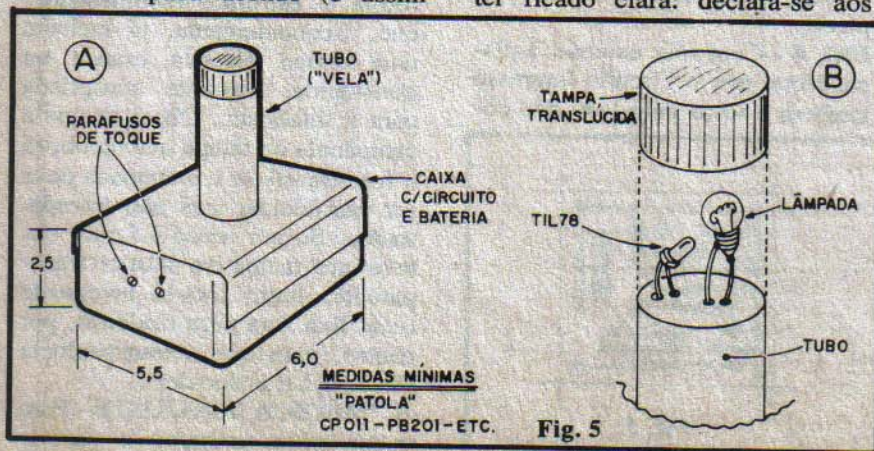

Fig. 5
- **FIG. 5 - Sugestão para "encaixamento"** da LAMA e detalhes do conjunto óptico. Em 5-A temos a "cara" final da LAMA, com a plaquinha do circuito e a bateria acomodadas numa caixa com medidas mínimas de 6,0 x 5,5 x 2,5 cm. (sugestões: "Patola" CP011, PB201, etc.). Sobre a caixa básica, um tubo (plástico) medindo aproximadamente 10,0 de altura por 2,5 cm. de diâmetro pode ser fixado com cola de **epoxy** (tipo "Araldite") ou de ciano-acrilato (tipo "Super-Bonder"). No topo desse tubo, uma campânula translúcida deve acomodar o conjunto óptico, formado pela lâmpadinha e pelo foto-transistor (detalhes em 5-B). É **importante** que o TIL78 tenha sua "cabeça" sensora apontada para a lâmpada, de modo a receber diretamente a luminosidade desta. Uma prática sugestão para o tubo/campânula é o uso de embalagens de remédios ou cosméticos (muitas têm a forma e estrutura recomendada) que, frequentemente, já incluem uma tampa plástica branca ou translúcida, bastante apropriada para a finalidade. Observar que a campânula ou tampa que recobrirá o foto-transistor e a lâmpada **deve** ser translúcida, mas **não transparente**... Se por acaso o Leitor obteve uma tampa em plástico transparente, basta lixá-la levemente (usar lixa fina para madeira), por dentro, para que a transparência dê lugar à translucidez...